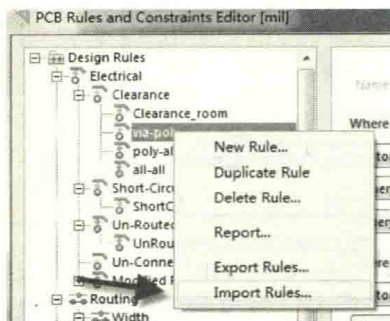

图 9-48 规则的导入
(3) 导出之后会生成一个后缀为.RUL 的文件，这个文件就是规则文件，对其进行保存。
(4) 在另外一个 PCB 上，按快捷键“DR”，进入规则约束管理器，在任意规则上单击鼠标右键，选择“Import Rules...”选项，如图 9-48 所示。